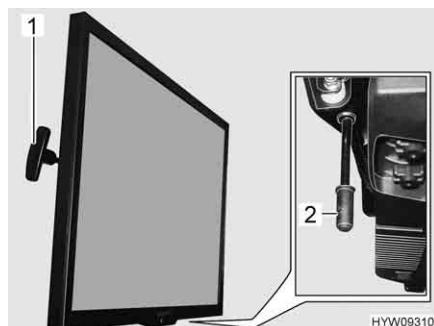

Fig. 70 Schermo piatto (scorrevole)
- Tirare la maniglia (Fig. 70, 1) e tenerla in posizione. Lo schermo piatto è sbloccato.
- Tirare la maniglia (Fig. 70,2) verso il basso e tenerla in posizione. Lo schermo piatto è sbloccato.